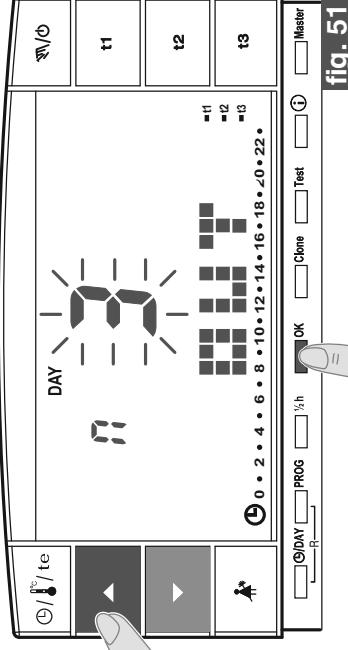

fig. 51
- En la pantalla aparece el mes actual parpadeando. Con las teclas ▲ ▼ configurar el mes en el que se desea activar el programa Holiday (salir de la vivienda); confirmar pulsando la tecla OK (fig. 51).